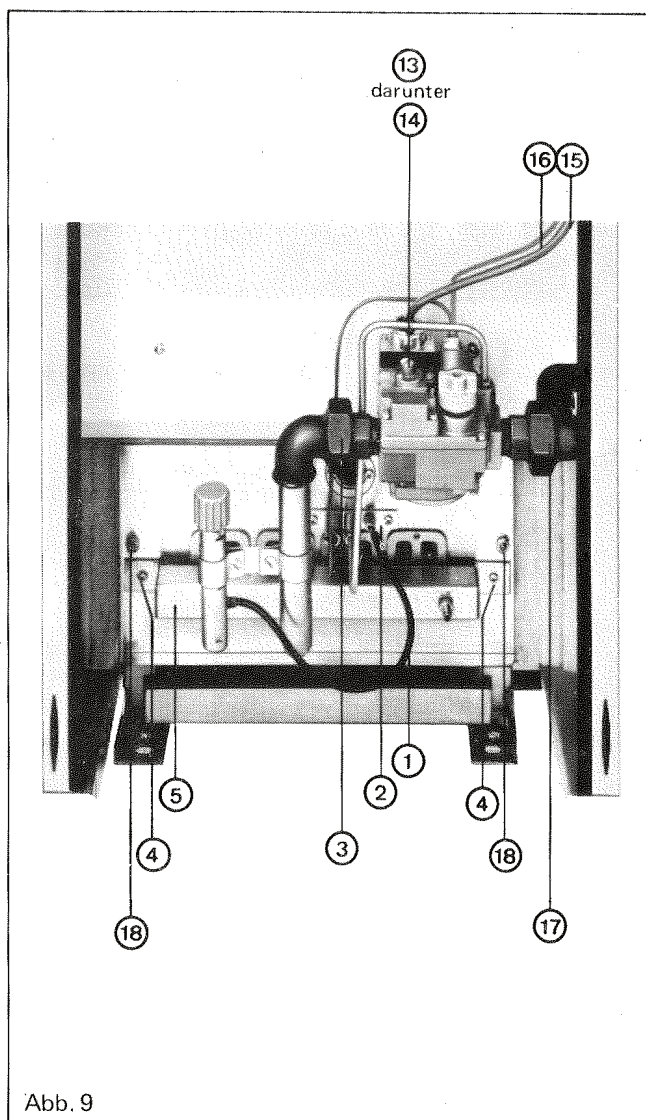
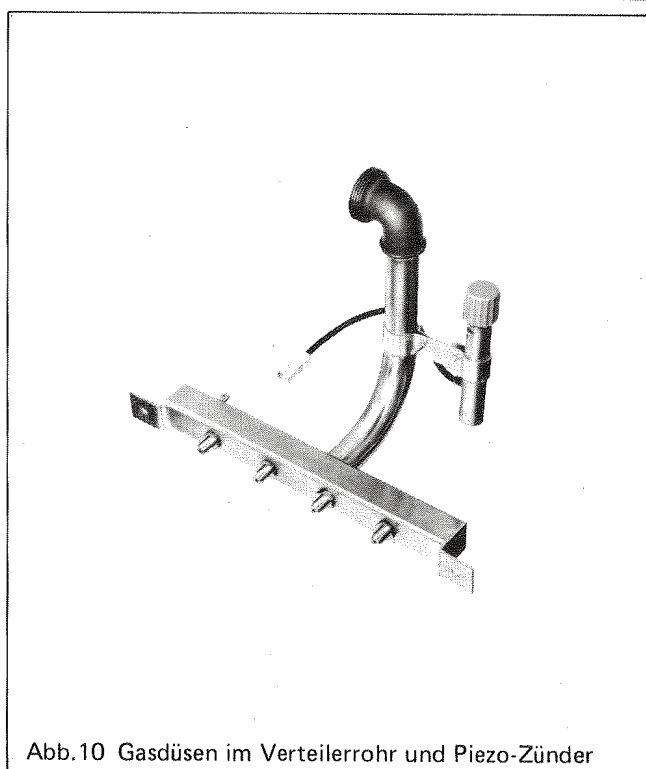

Abb. 9
Abb.10 Gasdüsen im Verteilerrohr und Piezo-Zünder
- b) Zündkabel ① (Abb. 9) am Zündbrenner ② abziehen.
- c) Verschraubung ③ lösen.
- d) Beide Schrauben ④ herausdrehen.
- e) Verteilerrohr ⑤ nach vorn herausnehmen.
- f) Düsen mit Dichtung (Abb. 10) auswechseln. Aufdruck auf den Düsen mit den Angaben in der Düsendrucktabelle Seite 8 vergleichen.
- b) Am Zündbrenner, siehe ② in Abb. 9, Verschraubungen ⑥ und ⑦ (Abb. 11) lösen und Zuleitungen herausziehen.
- c) Schrauben ⑧ herausdrehen, Zündbrenner herausnehmen.
- d) Feder ⑨ und Fächerdüse ⑩ nach vorn abziehen. Zündbrennerdüse liegt jetzt frei.
- e) Zündbrennerdüse ⑪ auswechseln.